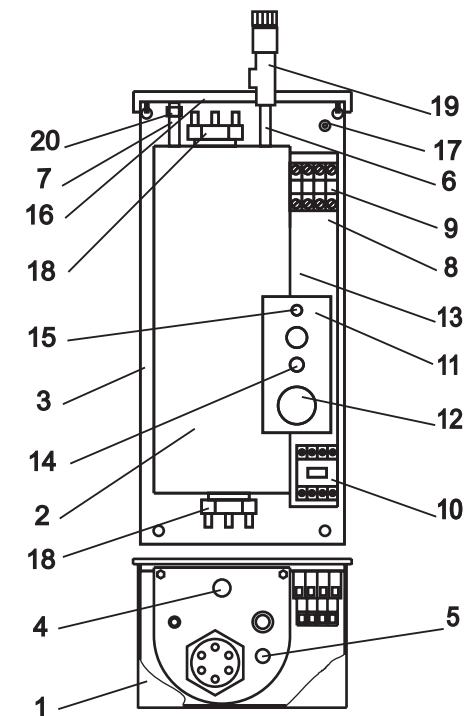

Рисунок 2 (кожух на гл. виде не показан):
- котла (2) рис.2 с выходным (6) и входным (7) патрубками G1/2" с датчиком терморегулятора (5), аварийным несамовозвратным термовыключателем (4), отключающим водонагреватель при 85° С, и блоками трубчатых электронагревателей (ТЭН) (18);
- панели (3) с зажимом заземления (17) для подключения нулевого защитного проводника РЕ;
- кронштейна (8) с размещенным на нем клеммником (9), пускателем (10), элементами управления и сигнализации установленными на полке кронштейна (11);
- выключателя "СЕТЬ" (13) для включения водонагревателя в работу;
- сигнальной лампы "НАГРЕВ" (14);
- ручки терморегулятора "ТЕМПЕРАТУРА" (12), обеспечивающей плавную регулировку нагрева;
- предохранителя цепи управления (15)
4.2. Водонагреватели ЭВАН-В1 -6; -7,5 -9; -12; -15 имеют один блок (18) трубчатых электронагревателей (ТЭН), ЭВАН-В1 -18; -24; -30 - два.